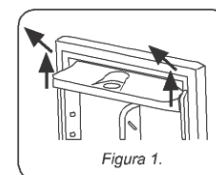

Figura 1.
Estilo 1- Rodillos con tornillos niveladores. Para subir o bajar su refrigerador siga las instrucciones de la Figura 1.
1. Tome el tanque de almacenamiento de agua con ambas manos por los extremos e inclínelo ligeramente hacia arriba, posteriormente jale hacia arriba hasta que se libere completamente de la puerta del refrigerador (ver figura 1).